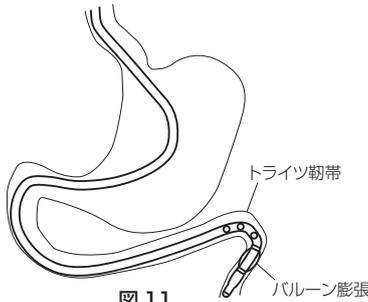

図11
13. 本品の先端誘導部およびバルーンがトライツ靭帯部を通過したら、バルーンを滅菌蒸留水により膨張させる。注入量は30 mLを超えてはならない。またダブルバルーンタイプの場合は前バルーンを膨張させる (図11)。